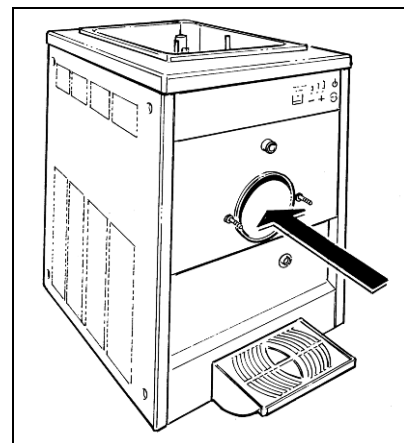

Fig. 19
- Laver soigneusement le cylindre de congélation et le bac supérieur en éliminant tout résidu de produit à l'aide d'une éponge propre imbibée de produit d'assainissement en veillant à mouiller complètement toutes les surfaces pendant au moins 60 secondes. Laisser ensuite sécher et s'assurer de suivre les réglementations locales indérogables (voir fig.19).
- Démontez le ramasse gouttes en le tirant légèrement vers l'extérieur (fig.19) et le laver soigneusement à l'eau chaude et liquide vaisselle.